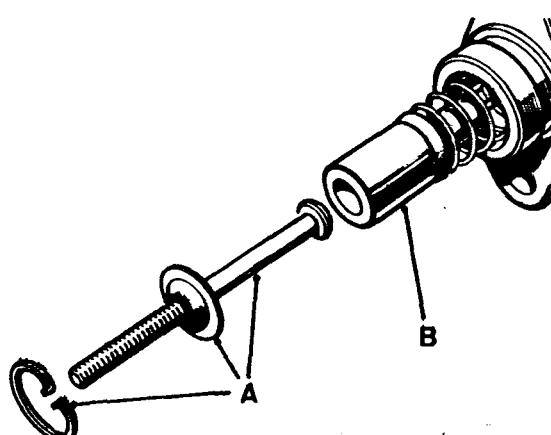

Fig. B2-15 - Varilla de empuje y retén.
e) El émbolo se introducirá en el retén del muelle y se fijará con la lengüeta elástica que actua de fiador. Se cubrirá el émbolo con grasa de caucho y se montará el conjunto introduciendo primero el extremo correspondiente a la válvula en el cilindro principal. Se instalará la varilla de empuje, con la arandela y arillo fiador (fig. B2-15).